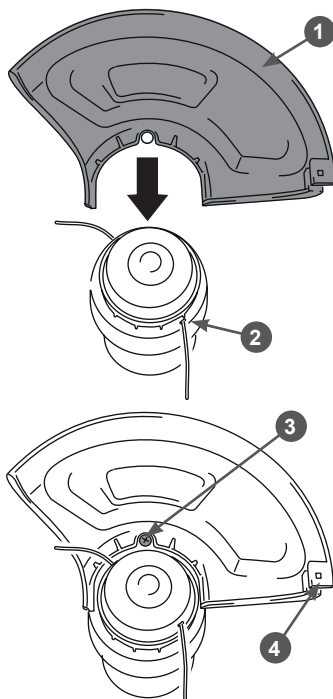

Рис. 2 Установка защитного кожуха (вид снизу)
2. Установите защитный кожух. Для этого переверните триммер триммерной головкой вверх, вставьте кожух 1 в паз на корпусе 2 электродвигателя со стороны задней рукоятки, совместите отверстия на кожухе и на корпусе и закрутите в полученное отверстие винт 3 из комплекта поставки триммера (Рис. 2).